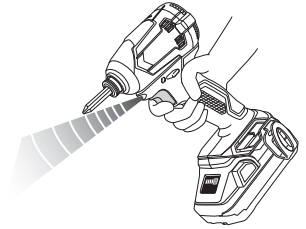

Fig. 13
8. LED light warning signal (**Fig. 13**)